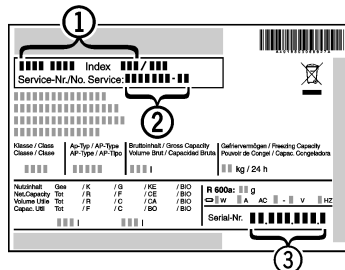

Fig. 6
- ▶ Consulter la désignation de l'appareil Fig. 6 (1), le n° S.A.V. Fig. 6 (2) et le n° de série Fig. 6 (3) sur la plaque signalétique. La plaque signalétique se trouve à l'intérieur de l'appareil, sur le côté gauche.
- ▶ Informer le service après-vente et lui indiquer le dysfonctionnement, la désignation de l'appareil Fig. 6 (1), le n° S.A.V. Fig. 6 (2) et le n° de série Fig. 6 (3).